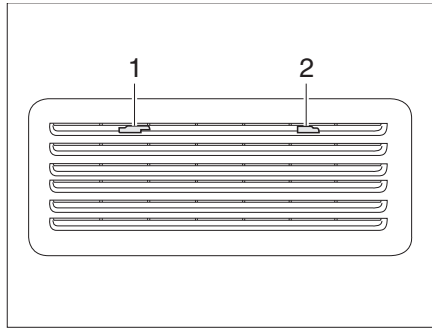

Fig. 316 Grille d'aération du réfrigérateur (Thetford)
- Pousser le dispositif de blocage (Fig. 316,1) vers le milieu.